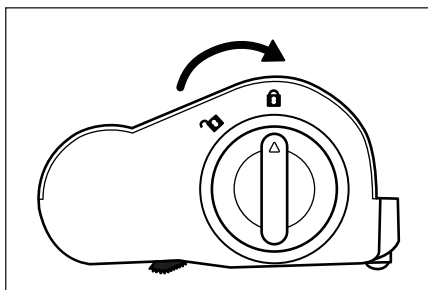

Fig. 29
- 5) Sæt børsterullen **20** ind i gulvbørsten **21** og drej oplåsningen til børsteholderen **19** i retning af symbolet **2** (luk) (se fig. 29).